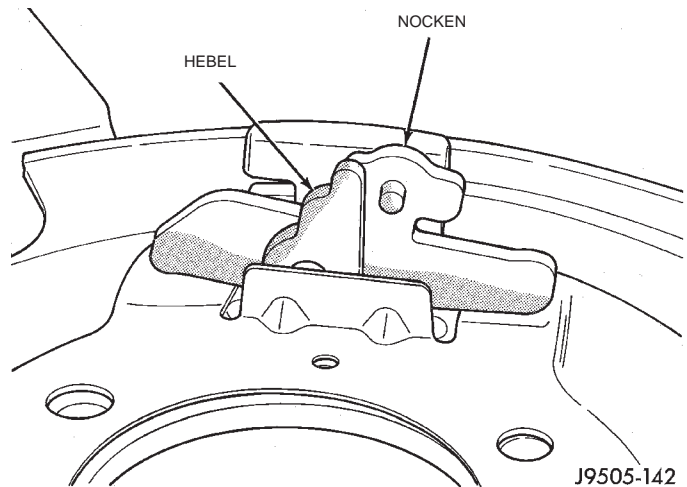

Abb. 52 Nocken und Hebel
(1) Den Austauschhebel mit Silikonschmierfett schmieren. Dann den Hebel teilweise in die Manschette einführen. Darauf achten, daß die Nut am Hebel nach hinten weist.
(2) Den Nocken in den Hebel einhaken. Dann gleichzeitig den Nocken am Spritzschuttschild in die richtige Position drücken und den Hebel durch die Manschette schieben (Abb. 52).
(3) Feststellbremsen/Bremssbacken einbauen.
(4) Den richtigen Einbau von Nocken und Hebel überprüfen. Hierzu den Hebel in Richtung Vorderseite des Fahrzeugs ziehen. Wird der Hebel nach vorne gezogen, sollte der Nocken beide Bremssbacken nach außen drücken.
(5) Bremsscheibe einbauen und Feststellbremsen/Bremssbacken einstellen.
(6) Hinteren Seilzug mit dem Hebel verbinden. Sicherstellen, daß die Seilzugöse sicher in der Nut am Hebel sitzt.
(7) Bremssattel einbauen und Rad montieren.
(8) Fahrzeug absenken und die korrekte Funktion der Feststellbremse prüfen.